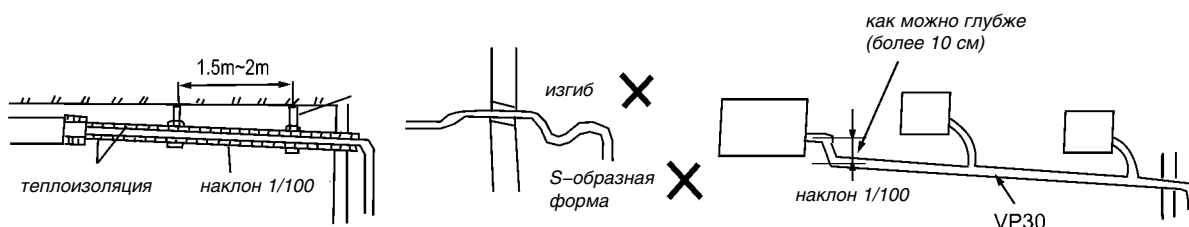

Рис. 16
- Установка дренажной системы показана на рис. 16.